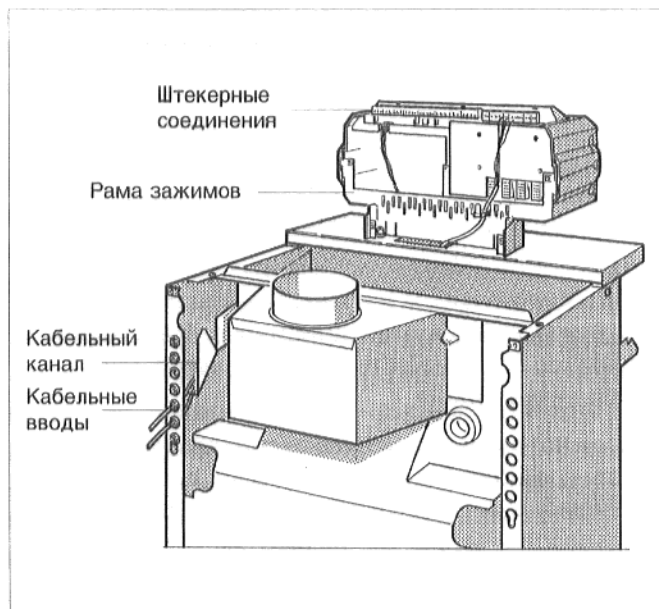
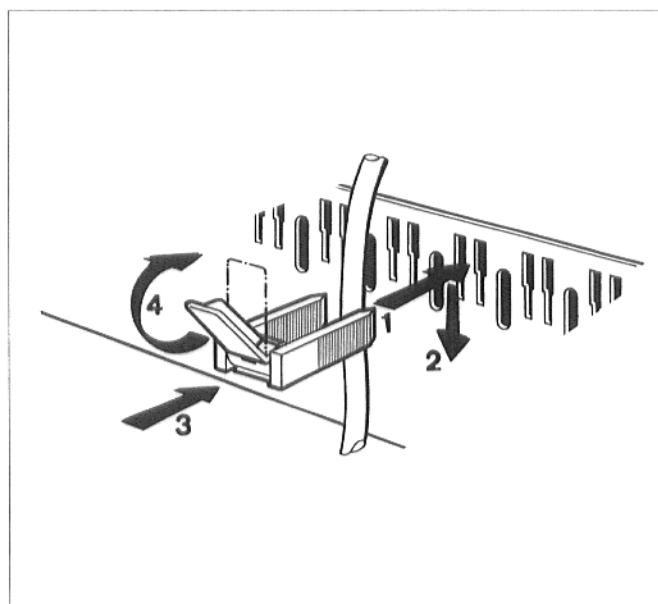

Рис. 10: штекерные соединения
Рис. 11: закрепить провода кабельными зажимами
- Подключить электропроводку к штекерным соединениям установки, соответственно схеме соединений (рис. 10).
Проложить провода сзади, через кабельные вводы и отверстия в переднем колпаке котла, к регулятору (рис. 10).
- Все провода следует закрепить зажимами: Зажимы для крепления кабеля с вложенным проводом, вставить сверху в шлицы рамы зажимов (рис. 10); при этом, ребро рычажка должно показывать вверх. Передвинуть зажим для крепления кабеля вниз, при этом, вдавливая его. Рычажок переставить вверх (рис. 11).